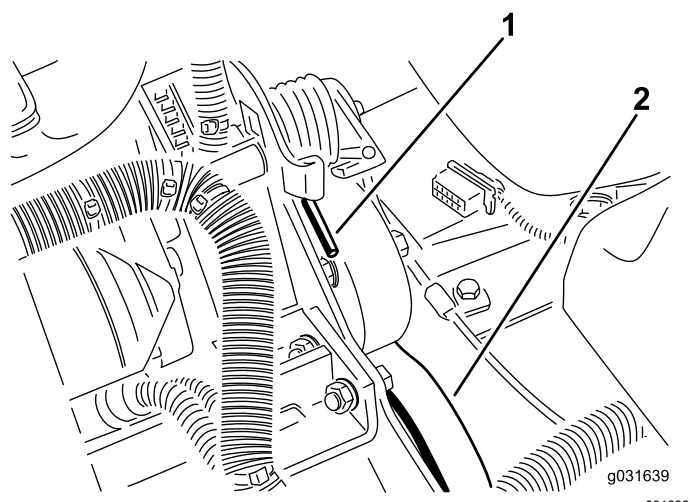

Bild 60
2. Drücken Sie das Ende der Feder ab- und vorwärts, um die Feder aus dem Bügel auszuhaken und die Feder zu entspannen (Bild 60).